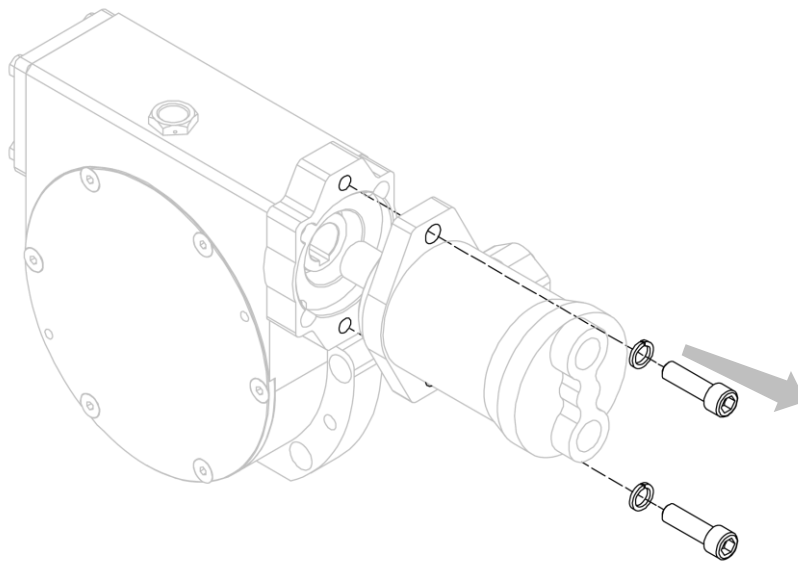

Figura 24
4. Separare il motore dal riduttore, dopo aver rimosso le relative viti che lo vincolano (vedi *Figura 24*).